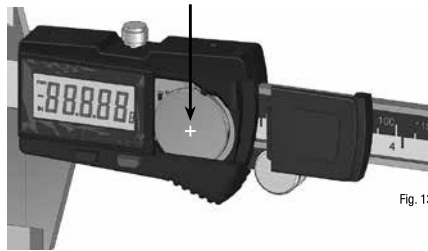

Fig. 13
- Per installare una batteria (Fig. 13), inserire la batteria nuova con il polo positivo rivolto verso l'alto nel vano, come mostrato, e la batteria si posiziona. Allineare il coperchio della batteria e, premendo leggermente sul coperchio, spingerlo verso sinistra fino a che scatta in posizione. Lo strumento visualizza il display principale delle misurazioni.